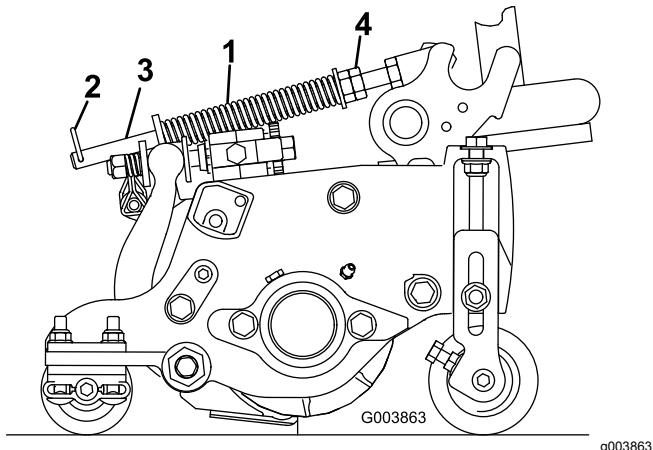

Bild 21
1. Stellen Sie sicher, dass der Splint in das hintere Loch in der Federstange eingesetzt ist (Bild 21).
2. Ziehen Sie die Sechskantmuttern vorne an der Federstange an, bis die komprimierte Länge der Feder 15,9 cm beträgt, siehe Bild 21.